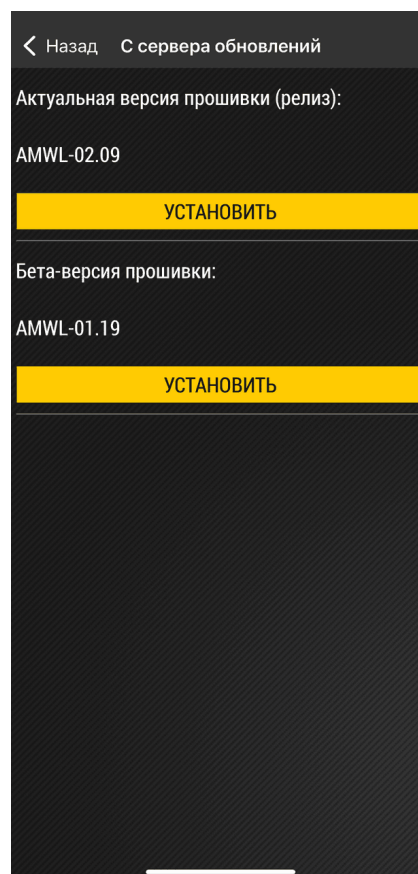

Рис.41. Установка прошивки
3. Выберите файл прошивки и нажмите кнопку **«Установить»** (Рис.41). По окончании обновления на экране появится сообщение об успешной установке.